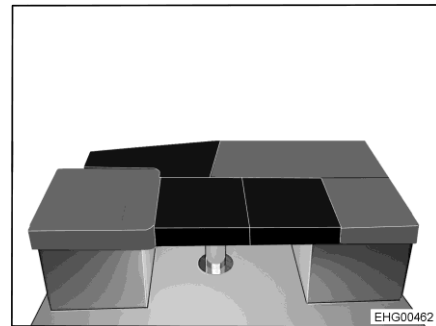

Bild 163 Nach dem Umbau
- 2 quadratische Zusatzpolster auf den Tisch legen (siehe Bild 163).
- Dreieckiges Zusatzpolster zwischen Seitensitz und L-Sitzbank auf die Bettverbreiterung legen (siehe Bild 163).